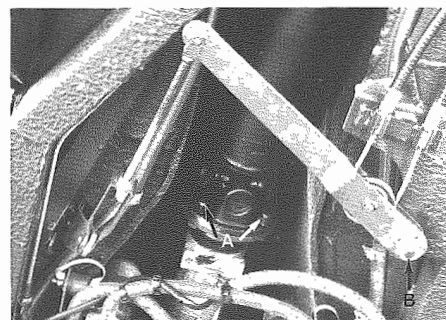

Fig. 3 - A - Viti fissaggio albero al cambio
- Staccare la leva freno a mano smontando il dado di fissaggio al telaio e la spina del tirante (**Fig. 3**).
- Staccare l'albero dal cambio: allentare ed estrarre le viti di fissaggio sulla flangia anteriore (**Fig. 3**). Smontare l'albero. Controllare lo stato dei giunti cardanici. Sostituirli se presentano giochi rilevanti o tracce di grippaggio. Controllare il manicotto scorrevole.
- Remove hand brake lever by removing the bolt fixing it to the frame and pin rod (**Fig. 3**).
- Remove shaft from transmission: unscrew and remove the screws fixing it to the front flange (**Fig. 3**). Disassemble shaft. Check conditions of universal joints. Replace them if there are too much clearance or signs of seizures. Check sliding sleeve.